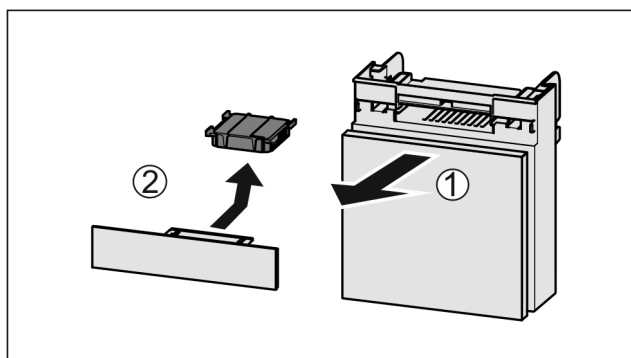

Fig. 56
- Extraire le compartiment par l'avant Fig. 56 (1).
- Sortir le filtre à charbon actif Fig. 56 (2).